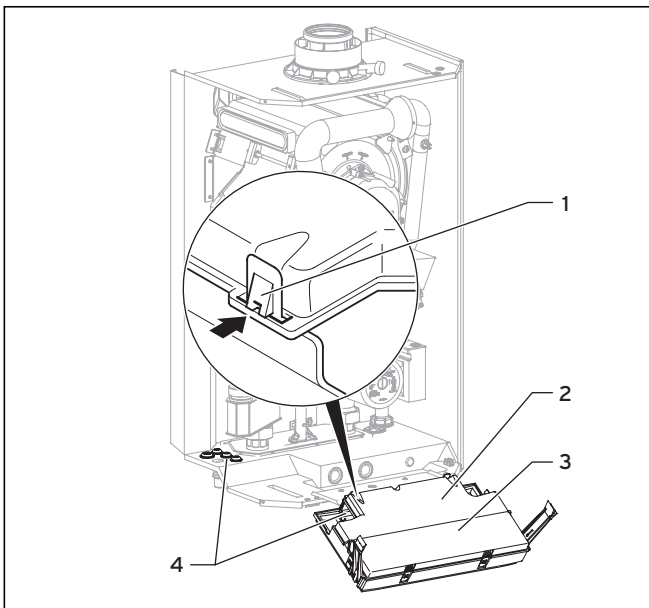

Рис. 5.12 Открыть заднюю стенку блока электроники
- Снимите переднюю часть обшивки аппарата (см. главу 4.8) и откиньте блок электроники вперед (1) (см. рис. 5.12).
- Разожмите заднюю крышку (2) распределительной коробки на точках (3) и откиньте ее (см. рис. 5.12).
- Проведите соединительные провода подключаемых компонентов через кабельные вводы (4) слева на нижней стороне аппарата (см. рис. 5.12).